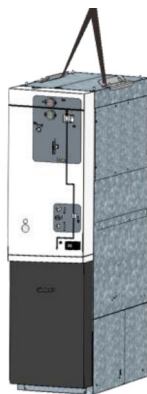

Figura 4
- În cazul în care ambalajul produsului este deja deschis, ridicarea ALFA BLUE se poate face cu o bandă textilă specială de ridicare fixată în orificiile de ridicare de pe partea superioară a aparatului (figura 4).